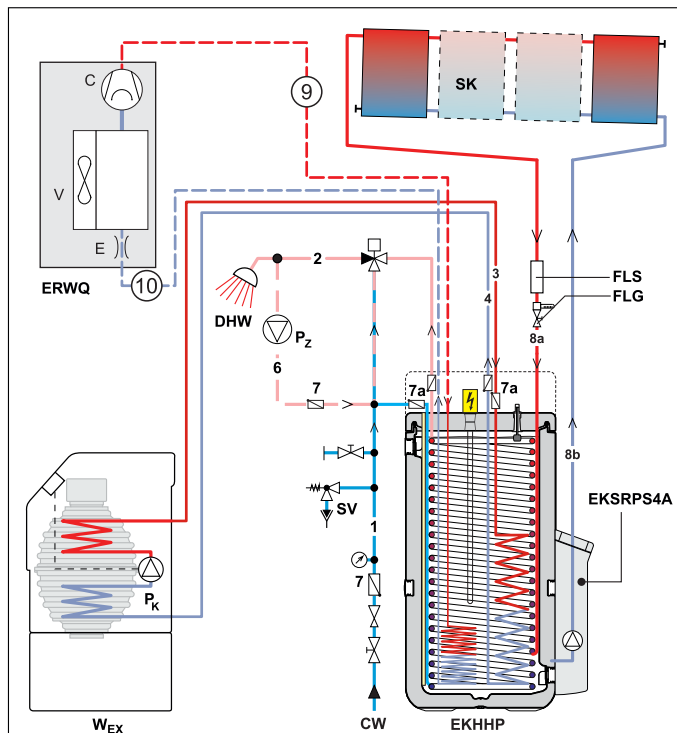

Fig. 2-5 Collegamento idraulico - legenda v. tab. 2-2
- Realizzare i collegamenti idraulici di DAIKIN EKHHP (v. fig. 2-5).
Tab. 2-2 Legenda della fig. 2-5
- Eseguire il collegamento idraulico del sistema in base a fig. 2-5.